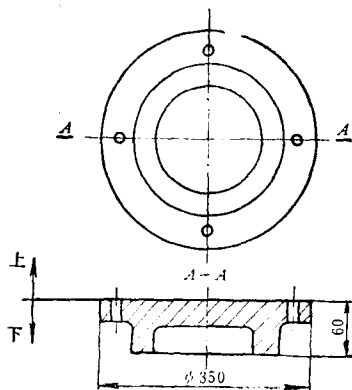

图1 法兰盘
法兰盘在各种机床中，是常见的零件之一，也是最易制造的铸件。图1所示为
3) 支口的使用：在两层或两层以上砂箱都有砂型的情况下，才应用支口。当制作法兰盘（见图1）就无需支口了，因为盖箱是平箱，没有错箱的问题。